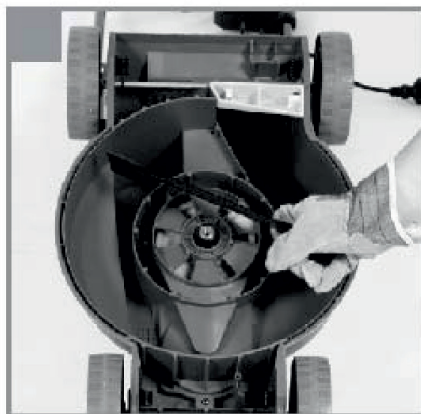

Рис. 15
- Снимите старый нож и установите новый (Рис. 15)